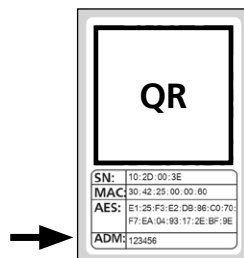

Abb. 3
- 3 Sie erhalten eine Aufforderung, den mitgelieferten QR-Code des Zylinders mit der Kamera des Smartphones einzuscannen. Der QR-Code befindet sich auf dem Aufkleber, welcher der Verpackung beiliegt (Abb. 3).
! Achtung: Dem Set liegen zwei Aufkleber mit QR-Codes bei, für Zylinder und Tastatur. Den hier benötigten QR-Code für den Zylinder erkennen Sie an dem Administratortcode unten auf dem Aufkleber, gekennzeichnet mit der Bezeichnung „ADM“ (Abb. 3).